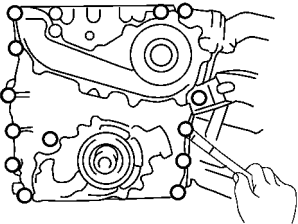

图 1-84 旋下 2 个螺母、13 个螺栓和交流发电机的调整杆
2) 旋下两个螺母、13 个螺栓和交流发电机的调整杆, 如图 1-84 所示。使用塑料面锤子敲松正时链罩壳, 拆下正时链罩壳和 3 张垫片。